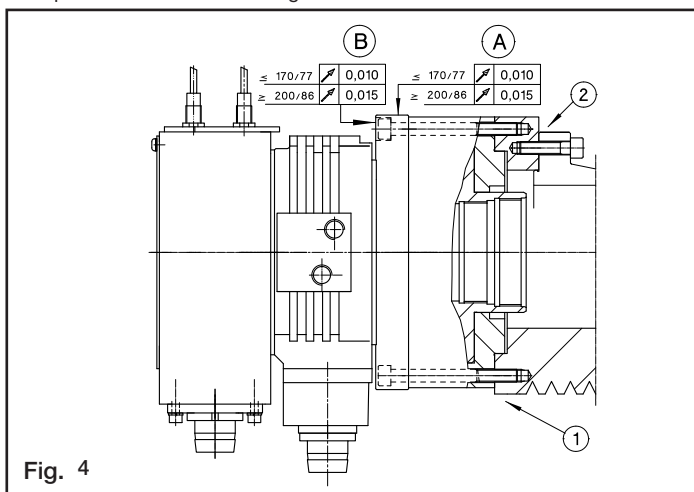

Fig. 4
- 1.5 **MONTAGGIO CON VITI POSTERIORI.** I cilindri VNK vengono fissati alla flangia tramite una serie di viti posteriori (vedi fig. 4). Questo permette in molti casi di fissare il cilindro direttamente sulla puleggia, avvicinandolo molto al cuscinetto posteriore dell'albero.
2.1 Per montare il cilindro sull'albero della macchina, a seconda di come è costruita la parte terminale dell'albero stesso, sono possibili differenti soluzioni con o senza flangia di adattamento (vedi fig.4).